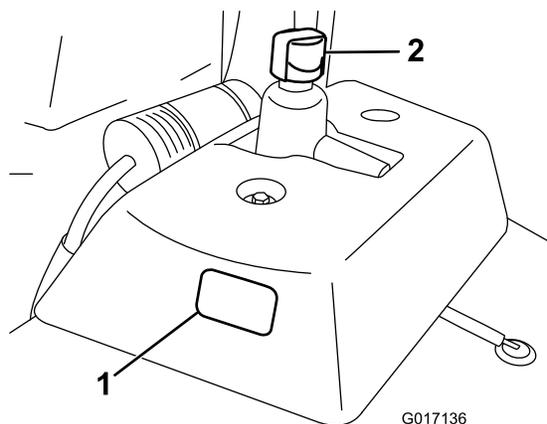

図 48
2. 補助オイルタンクの側面についている点検窓から内部をのぞいてオイル量を点検する 図 48。